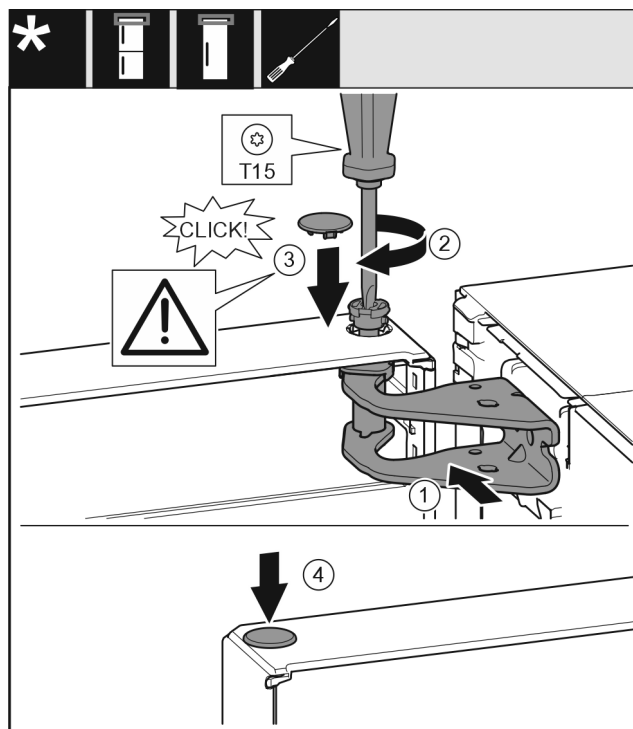

Fig. 56
- Выровняйте дверь сверху по отверстию в опорном кронштейне Fig. 56 (1).
- Вставьте палец Fig. 56 (2) и затяните отверткой.
- Установите крышку Fig. 56 (3).
- Проследите за тем, чтобы крышка Fig. 56 (3) прилегала к дверям.
- Установите крышку Fig. 56 (4).